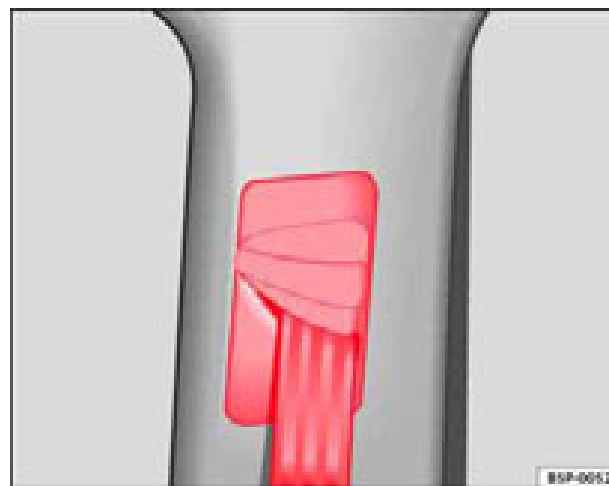

Fig. 16 Ubicación del regulador de la altura del cinturón
- Presione el dispositivo de reenvío en la zona superior y manténgalo en esta posición ⇒ **fig. 16**.